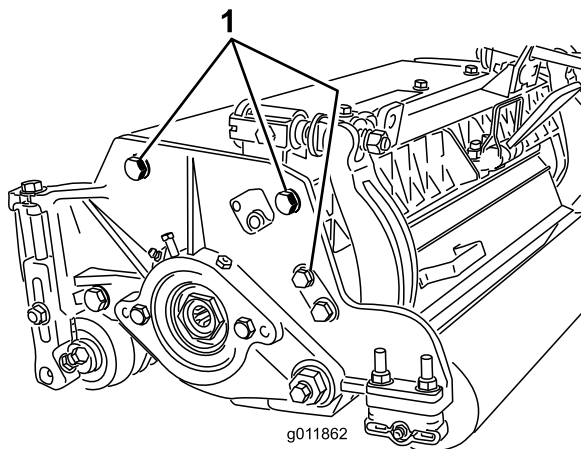

**Figure 14**
1. Réglez les supports du rouleau arrière (Figure 14) à la plage de hauteur de coupe voulue en positionnant le nombre correct d'entretoises sous le rebord de la plaque latérale (Figure 14) en vous reportant au tableau des hauteurs de coupe.